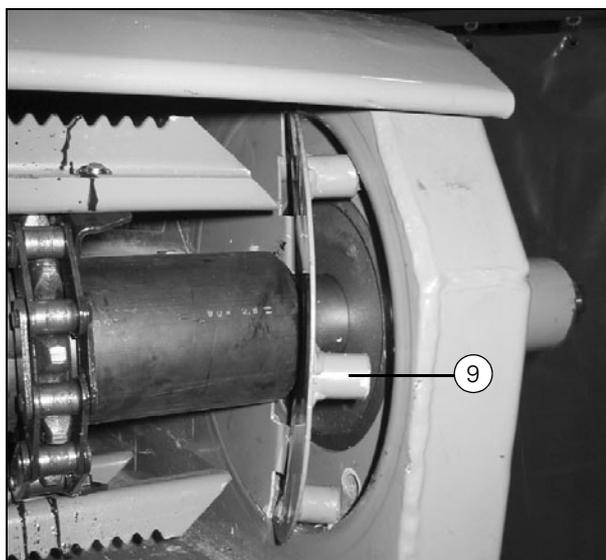

Рисунок 21
3. При установке наденьте звездочку (А) и центральную защитную трубу (D), не фиксируя, на вал.
5. Установите кожухи (9) (Рис. 21).
**Примечание:** Кожухи (9) (Рис. 21) должны быть расположены так, чтобы крепления находились под углом приблизительно  $45^\circ$  по отношению к приемному элеватору (см. рисунок).